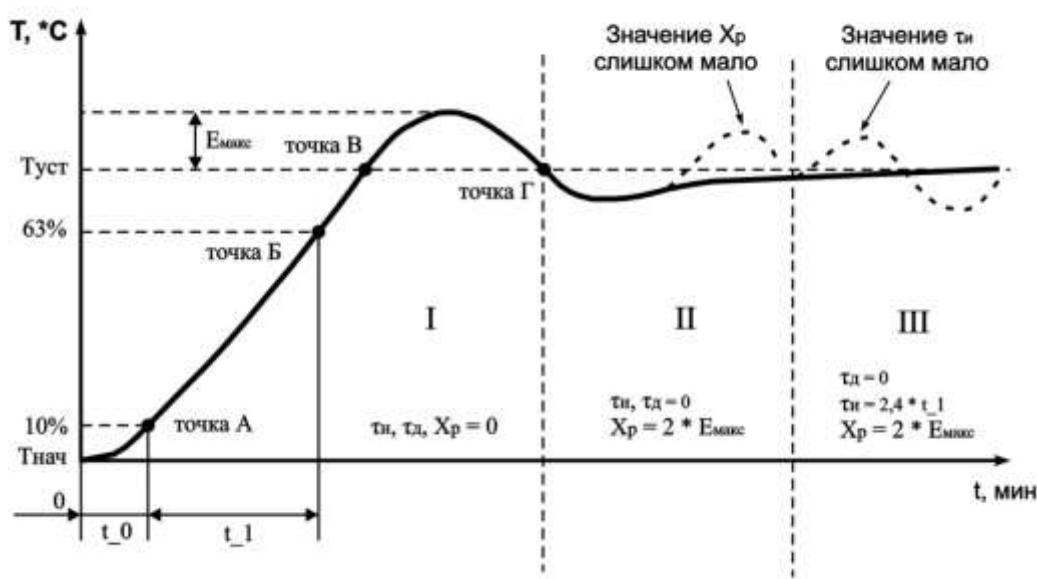

Рисунок 7.1 - Ручная настройка ПИД-регулятора
7.2.5.2.3 Установить значение параметра  $cH_1 = 3$  ( $cH_2$ ,  $cH_3$ ,  $cH_4$ ). После нажатия кнопки  на индикаторе отобразится мигающая надпись “ $P_C d$ ” с соответствующим индикатором номера настраиваемого канала в течении времени 10 сек (время может меняться в зависимости от установленного времени фильтра  $F_E 1, F_E 2, F_E 3, F_E 4$ ). По окончанию времени регулятор выдаст непрерывный максимальный выходной сигнал и на дисплее отобразится текущая температура с точкой в младшем разряде “xxx.”. В результате чего выходное реле нагрузки будет включено до тех пор, пока не будет достигнута величина температуры равная  $SP$  ( $T_{\text{устр}}$ ). После выключения реле нагрузки (стадия I, точка В на рисунке 7.1) некоторое время температура по инерции будет продолжать увеличиваться. Как только контролируемая температура опустится ниже  $SP$  ( $T_{\text{устр}}$ ), процесс автонастройки заканчивается (точка Г рисунок 7.1), на дисплее отображается непрерывная надпись “ $P_C d$ ”. ТР-101 вычисляет коэффициенты ПИД регулятора: полосу пропорциональности  $X_p$ , постоянную времени интегрирования  $\tau_i$ , постоянную времени дифференцирования  $\tau_d$ . После окончания автонастройки необходимо нажатием кнопки  перевести прибор в режим программирования, в котором можно посмотреть и скорректировать полученные значения коэффициентов.
7.2.6.3.6 Измерить максимальное значение перерегулирования между точками В и Г (Емакс. рисунок 7.1).